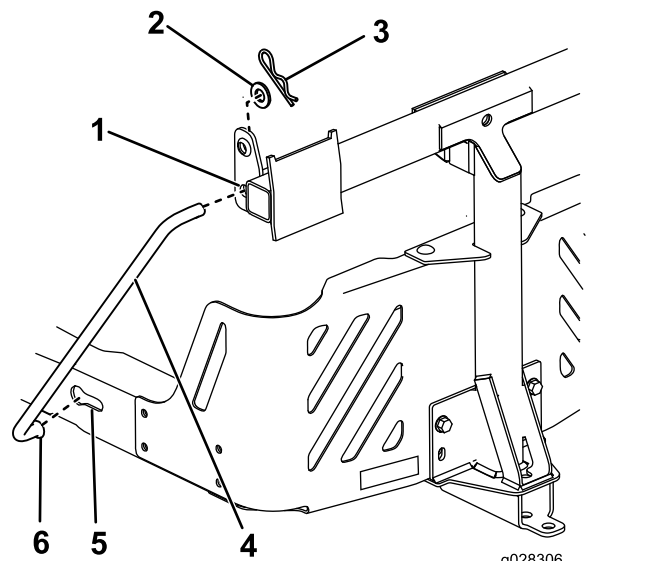

Figura 14
5. Installate l'estremità curva e svasata di un'asta nella scanalatura sagomata presente sul lato sinistro del telaio della macchina e spostate l'asta indietro per inserirla in posizione nel telaio (Figura 14).